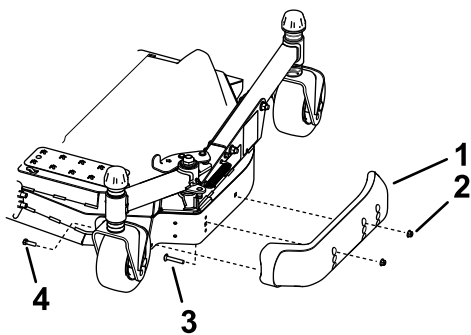

Рисунок 9
3. Отпустите передний винт каждого полоза (Рисунок 9).
5. Передвиньте каждый полоз в требуемое положение и закрепите болтами с фланцем и гайками (Рисунок 9).